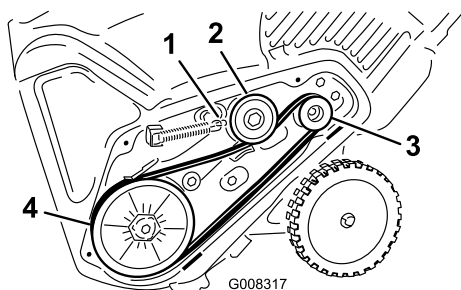

Figure 38
5. Montez et acheminez la nouvelle courroie comme indiqué à la Figure 38.
- Raccrochez le ressort de frein au bras de la poulie de tension (Figure 38).